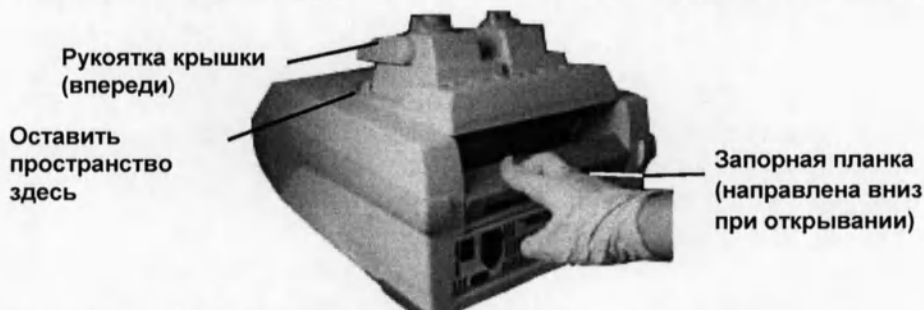

Рисунок 4. Установка модуля для проведения реакций в отсек.
1. Переместите запорную планку в нижнее положение, установите рукоятку крышки так, чтобы она была направлена вперед, а затем вставьте модуль для проведения реакций в отсек для модуля (рис. 4). Оставьте 1-2 см пространства перед модулем.